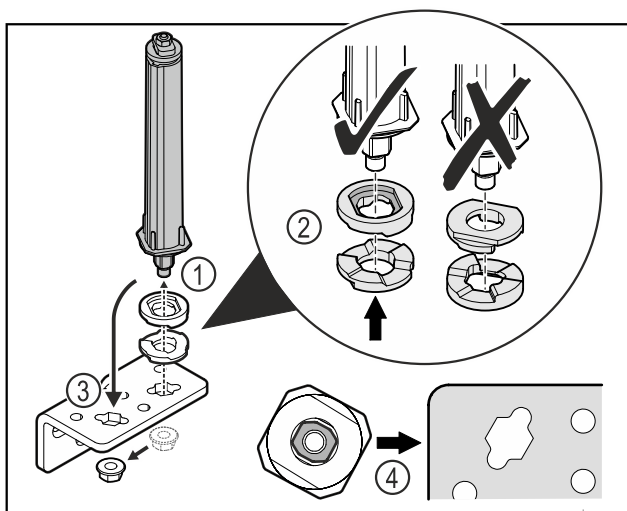

Fig. 52
- ▶ Lossa muttern och ta bort dörlåssystemet Fig. 52 (1).
- ▶ Se till att rikta brickorna för höjjustering korrekt Fig. 52 (2).
- ▶ Montera om dörlåssystemet i gångjärnsfästet och fixera med muttern Fig. 52 (3).
- ▶ Kontrollera att dörlåssystemet är korrekt riktat vid monteringen Fig. 52 (4).